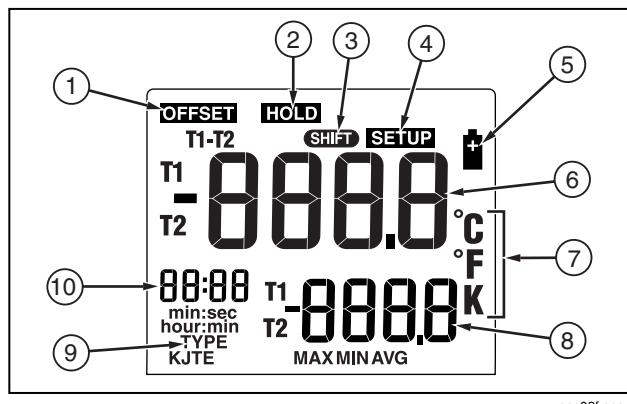

Figura 2. Elementos de la pantalla
- La Figura 2 y la Tabla 4 describen la pantalla.